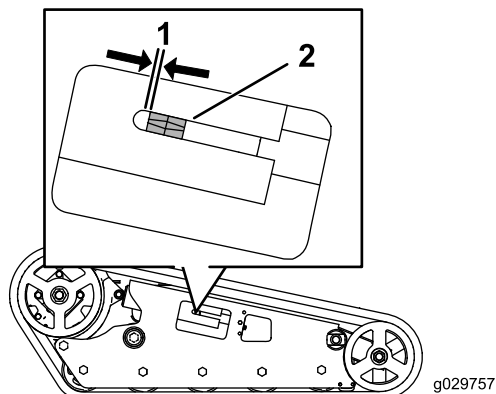

Figura 52
Il dado di tensione deve essere a distanza di 0,64 cm dalla tangente della scanalatura del tubo di tensione (Figura 52). In caso contrario, regolate la tensione dei cingoli eseguendo la procedura di seguito riportata:
4. Utilizzando una chiave a tubo da 1/2 poll., girate la vite di tensione in senso antiorario fino a portare la distanza tra il dado di tensione e la parte posteriore del tubo di tensione a 0,64 cm, come illustrato nella Figura 52.
10. Girate la vite di tensione in senso antiorario fino a portare la distanza tra il dado di tensione e la parte posteriore del tubo di tensione (Figura 52) a 0,64 cm.
10. Girate la vite di tensione in senso antiorario fino a portare la distanza tra il dado di tensione e la tangente della scanalatura del tubo di tensione (Figura 52) a 0,65 cm.